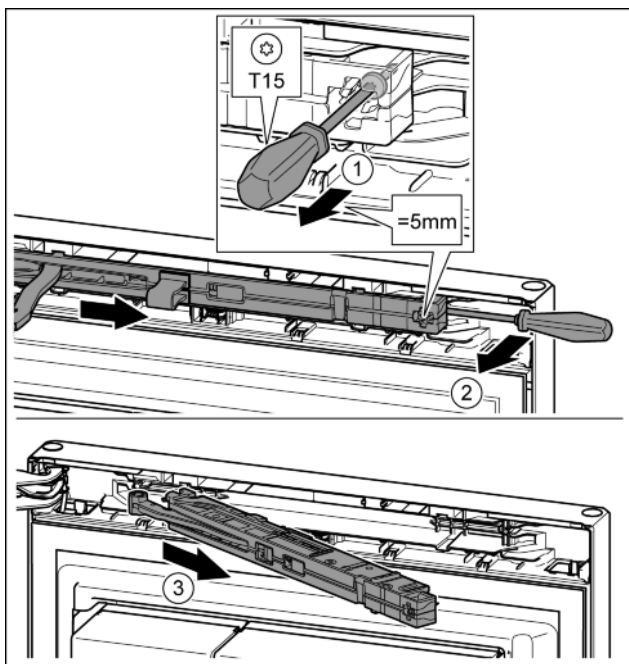

Fig. 13
- Ослабить винт на узле амортизатора с помощью отвертки T15 примерно на 5 мм. Fig. 13 (1)
- Отверткой со стороны ручки переместиться за узел амортизатора и повернуть вперед. Fig. 13 (2)
- Вытащить узел амортизатора. Fig. 13 (3)